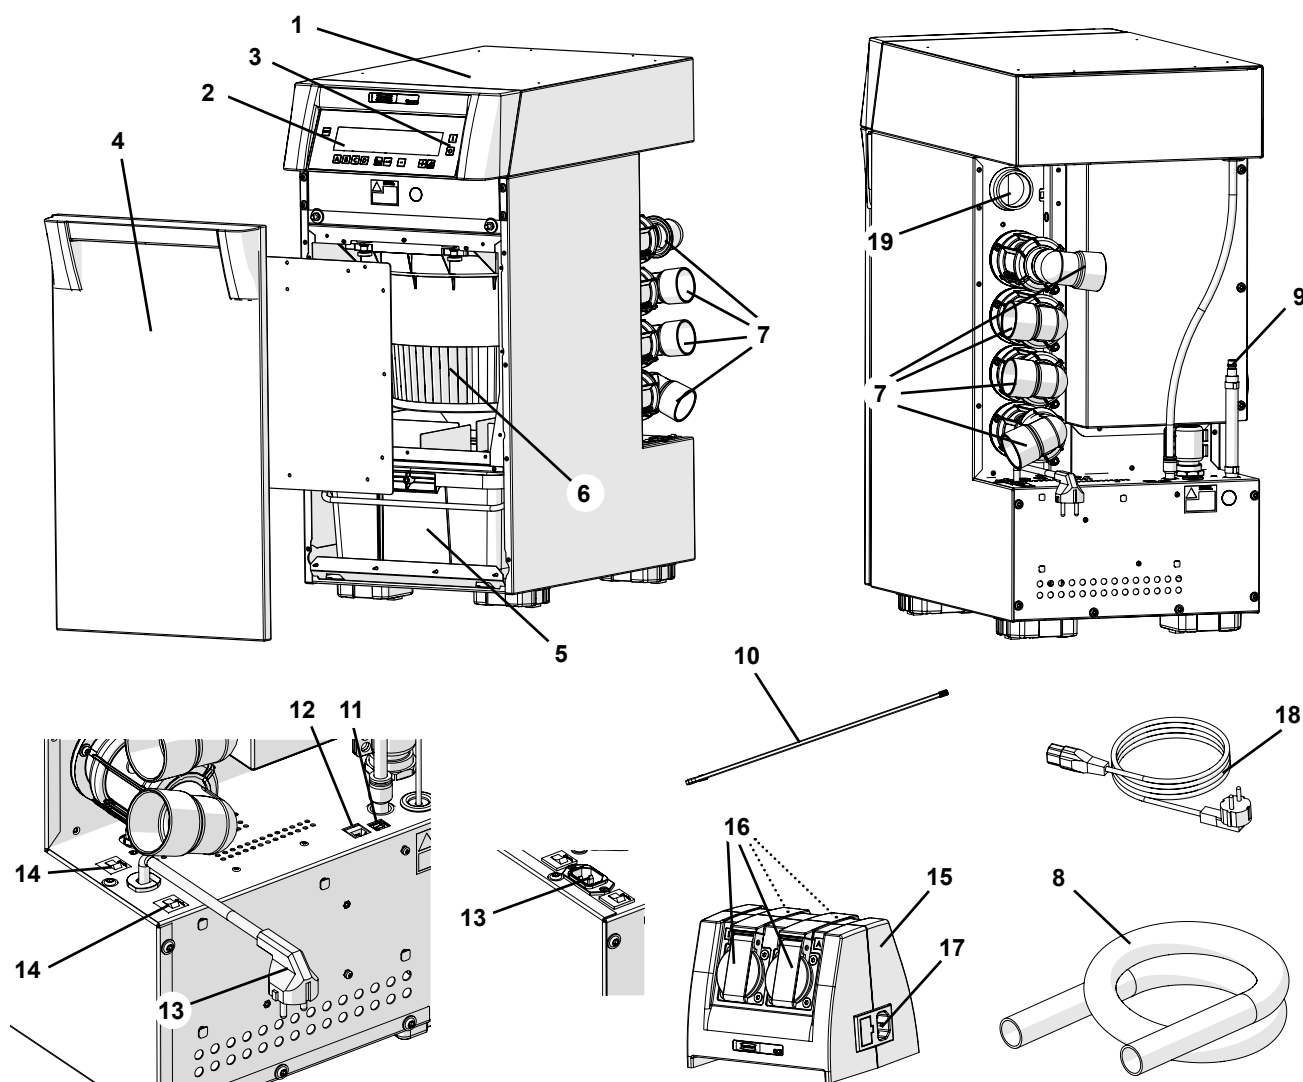

Fig. 1
- ▶ Le prese predisposte sul Quattro Control-Box (15, Fig. 1) sono previste solo per gli scopi descritti nel libretto di istruzioni. La connessione di altre utenze elettriche può causare danni materiali.
⇒ Collegare il tubo flessibile dell'aria di raffreddamento all'apposito raccordo (19, Fig. 1).
⇒ Spegnere l'apparecchio tramite interruttore on/off (3, Fig. 1).
Sull'apparecchio, il tubo per l'aria compressa è montato fisso. (9, Fig. 1).